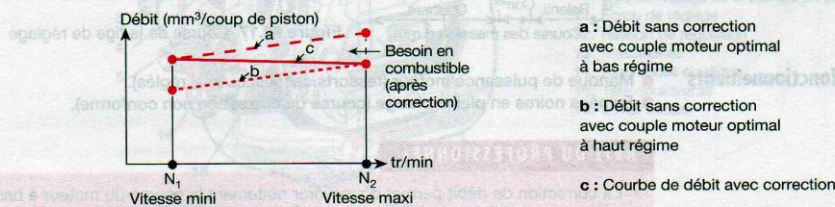

Figure 90.15. Courbe de refolement
- En conclusion, la courbe de remplissage fléchit avec la vitesse et, pour respecter les conditions posées, il faut diminuer la quantité de combustible introduit en fonction de la *vitesse* (fig. 90.15).
- On remarquera que si le réglage de *débit maximal* de la pompe était effectué de façon à obtenir le couple moteur le meilleur aux basses vitesses ( $N_1$ ), le moteur recevrait aux régimes élevés ( $N_2$ ) plus de combustible qu'il n'en pourrait brûler. Il fumerait et on noterait alors la formation d'un dépôt de calamine, une consommation élevée, un phénomène de dilution et une mauvaise combustion (pollution) (droite « a », fig. 90.15).
- Par contre, si le débit maximal de la pompe était réglé de façon à obtenir le meilleur couple moteur aux vitesses élevées ( $N_2$ ), le moteur ne pourrait plus développer, aux bas régimes ( $N_1$ ), la puissance escomptée, car le débit de la pompe diminue en même temps que la vitesse (pour une même position de la tige de réglage (plus de fuites à bas régime)) et devient alors trop faible (droite « b », fig. 90.15).
On interpose entre les *ressorts de ralenti* et de vitesse maximale un ressort de correction de débit parfaitement taré qui a pour rôle de ramener progressivement la *tige de réglage* vers le débit mini pour la plage de vitesses comprise entre  $N_1$  et  $N_2$ . Cette correction permet de faire coïncider la courbe de *débit d'air* avec celle de *débit de combustible* (courbe « c », fig. 90.15).